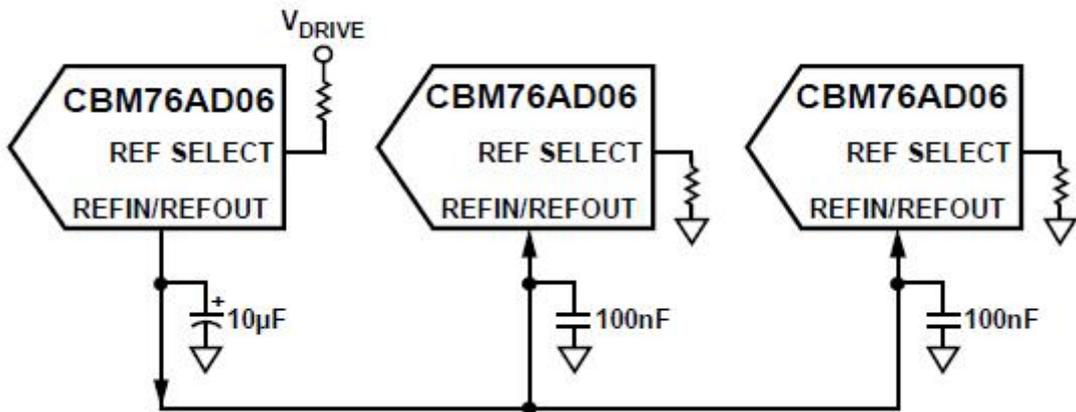

图 23. 内部参考驱动多个 CBM76AD06 的 REFIN 引脚
**内部参考模式** 一个配置为内部参考模式的 CBM76AD06 设备，可以用于驱动其余配置为外部参考模式的 CBM76AD06 设备（见图 23）。配置为内部参考模式的 CBM76AD06 的 REFIN/REFOUT 引脚，应使用 10 $\mu$ F 陶瓷去耦电容进行去耦。其他配置为外部参考模式 CBM76AD06 设备，在其 REFIN/REFOUT 引脚上应至少使用 100nF 去耦电容。